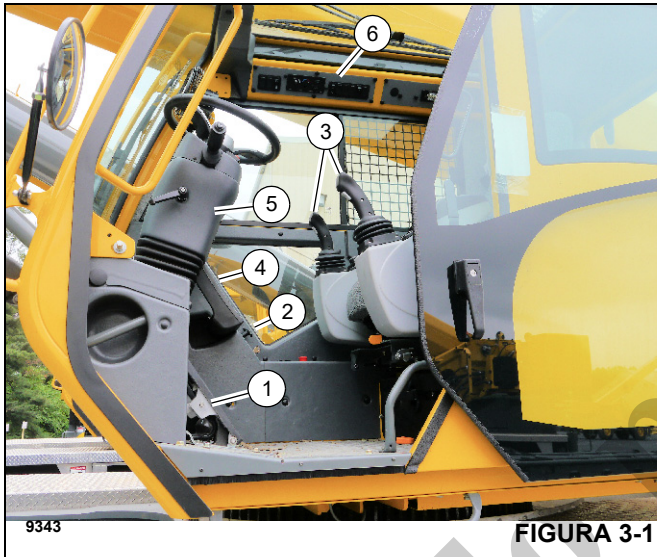
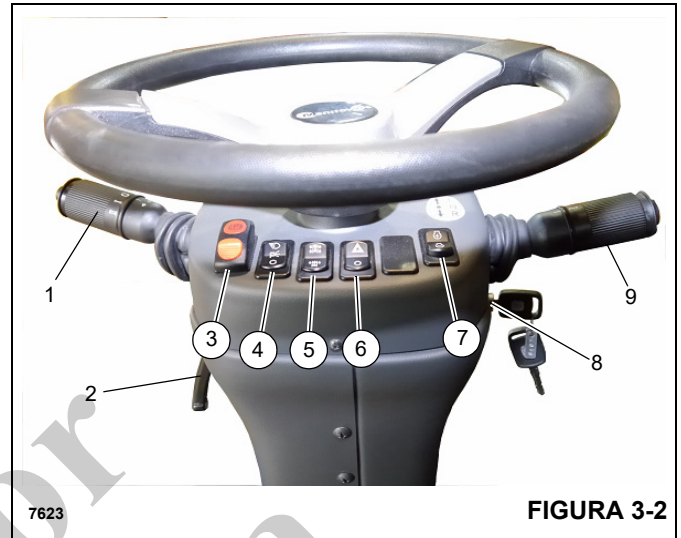

FIGURA 3-1
FIGURA 3-2
Todos los controles e indicadores para el uso y monitoreo de las funciones de la grúa se encuentran en el interior de la cabina de la grúa (Figura 3-1).
El conjunto de la columna de dirección (5, Figura 3-1) es una columna de dirección telescópica e inclinable tipo pedestal. Tiene la capacidad de inclinarse 30° hacia atrás o levantarse verticalmente 60 mm (2.3 pulg). Incluye el interruptor de encendido y otros interruptores de control (Figura 3-2).
La palanca de los señalizadores de viraje y los controles del limpia/lavaparabrisas (1, Figura 3-2) se encuentran en el lado izquierdo de la columna de la dirección. Empuje la palanca de señalizadores de viraje hacia abajo para que las luces señalizadoras delantera y trasera izquierdas destellen. Empuje la palanca de señalizadores de viraje hacia arriba para que las luces señalizadoras delantera y trasera derechas destellen.
La columna de control de dirección se puede girar hacia atrás en aproximadamente 30° y se puede telescopizar alrededor de 60 mm (2.3 pulg). Gire la palanca de control (2, Figura 3-2) en sentido horario para bloquear la columna de dirección en su lugar. Al girar la palanca en sentido contrario, se libera la columna de dirección para hacer los ajustes.
El control del freno de estacionamiento (3, Figura 3-2) se encuentra en la parte delantera de la columna de dirección. Este interruptor de dos posiciones (ENCENDIDO/APAGADO) sirve para aplicar y soltar el freno de estacionamiento instalado en la línea impulsora. El indicador rojo del freno de estacionamiento (15, Figura 4-18 y Figura 4-19) en la pantalla se enciende (ámbar) cuando se aplica el freno.
El interruptor de faros (4, Figura 3-2) se encuentra en la parte delantera de la columna de dirección. Este interruptor de tres posiciones (apagado/estacionamiento/faros) controla el funcionamiento de las luces de los medidores, los LED de los controles y las luces de posición en las partes delantera y trasera de la grúa. El interruptor se ilumina cuando la llave está en la posición MARCHA o ARRANQUE.
El selector de eje motriz (5, Figura 3-2) se encuentra en la parte delantera de la columna de dirección y se ilumina cuando la llave está en la posición de MARCHA o ARRANQUE. Este interruptor de dos posiciones se usa para seleccionar la tracción en dos (gama alta) o en cuatro ruedas (gama baja).
El interruptor de luces de advertencia (6, Figura 3-2) se encuentra en la parte delantera de la columna de dirección y es un interruptor basculante de dos posiciones (ENCENDIDO/APAGADO). Cuando el interruptor se coloca en la posición ENCENDIDO, los cuatro señalizadores de viraje y las dos luces de indicador de señalizadores de viraje en la columna de dirección destellan al mismo tiempo.
El interruptor de aumento/reducción de velocidad del motor (7, Figura 3-2) es un interruptor momentáneo de tres posiciones con la posición en el centro de apagado. Utilice este interruptor para ajustar la velocidad del motor. Presione la parte superior o inferior del interruptor de aumento/reducción para aumentar o disminuir el ralentí lento del motor.
El interruptor de encendido (8, Figura 3-2) se encuentra en el lado derecho de la columna de dirección y debajo de la palanca de cambios de la transmisión (9). El interruptor accionado por llave tiene tres posiciones: 0 (APAGADO), I (MARCHA) y II (ARRANQUE).
La palanca de cambios de la transmisión (9, Figura 3-2) se encuentra en el lado derecho de la columna de la dirección. Esta palanca de control acciona la válvula selectora de la transmisión por medios eléctricos. Si se desplaza la palanca hacia arriba se activan las marchas de avance y si se la desplaza hacia abajo se activan las marchas de retroceso. Cuando la palanca se encuentra en el punto muerto, reposa en un tope. Para poder mover la palanca hacia arriba o hacia abajo, tire de ella hacia arriba primero. Para cambiar la transmisión a primera, segunda o tercera marcha, gire la perilla a la posición I, II o III.